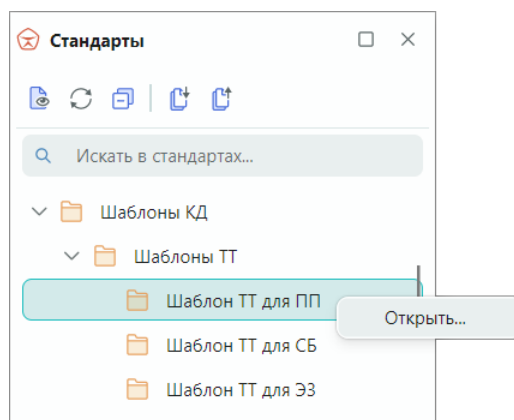

Рис. 99 Вызов редактора шаблонов КД
2. Вызовите контекстное меню и выберите команду «Открыть...» или дважды кликните по выбранному шаблону, см. Рис. 99.